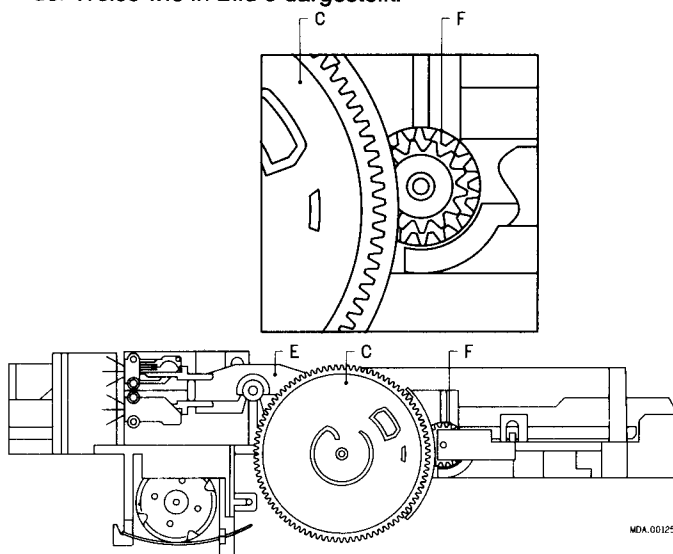

Fig. 5
- Veranlassen, dass die Oeffnung in Zahnrad F senkrecht angeordnet ist (siehe Bild 4) und Kammrad C anbringen in der Weise wie in Bild 5 dargestellt.